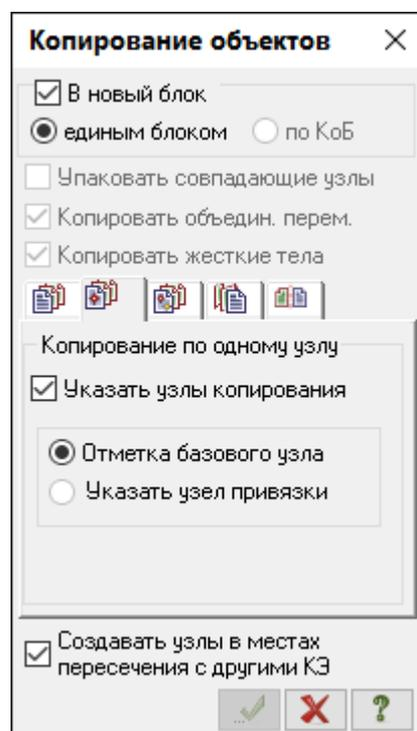

Рис.12.8. Диалоговое окно **Копирование объектов**
- В этом окне перейдите на вторую закладку **Копирование по одному узлу** (рис.12.8).